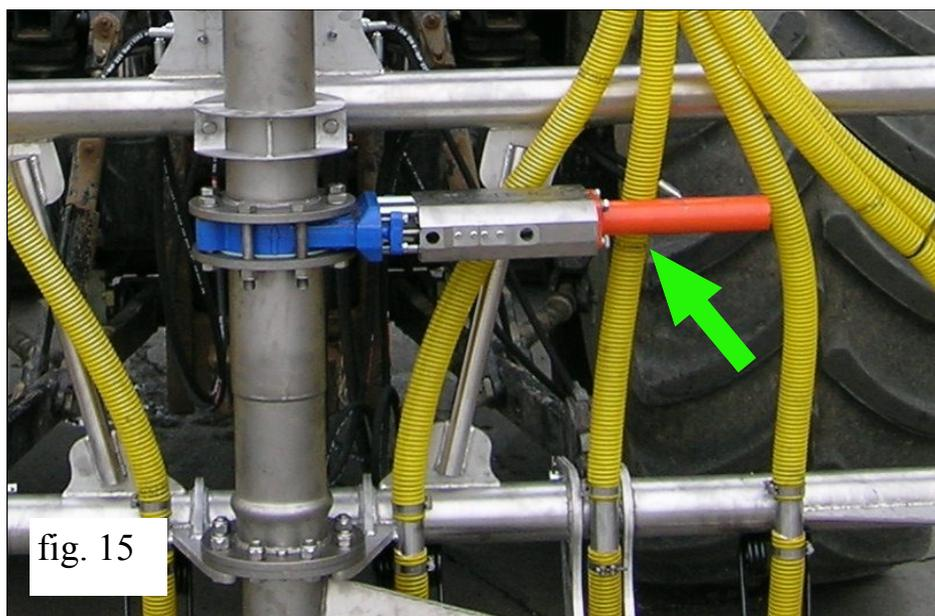

fig. 15
- Controllare che la valvola (fig.15) sia aperta (lo stelo del pistone deve essere completamente rientrato).
- Arrivati in testa al terreno a circa 8-10 mt prima del fine campo chiudere la valvola di flusso fig.15 pag.7.